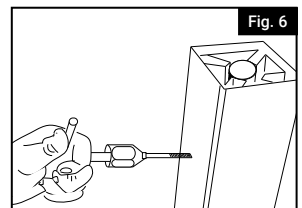

Fig. 6
2. Fijar el soporte a la superficie de montaje mediante el uso de un sujetador adecuado. Si se utiliza un poste estructural, se requiere un taladro y un juego de machos de roscar para fijar el soporte al interior del poste de acero galvanizado (Fig. 6).